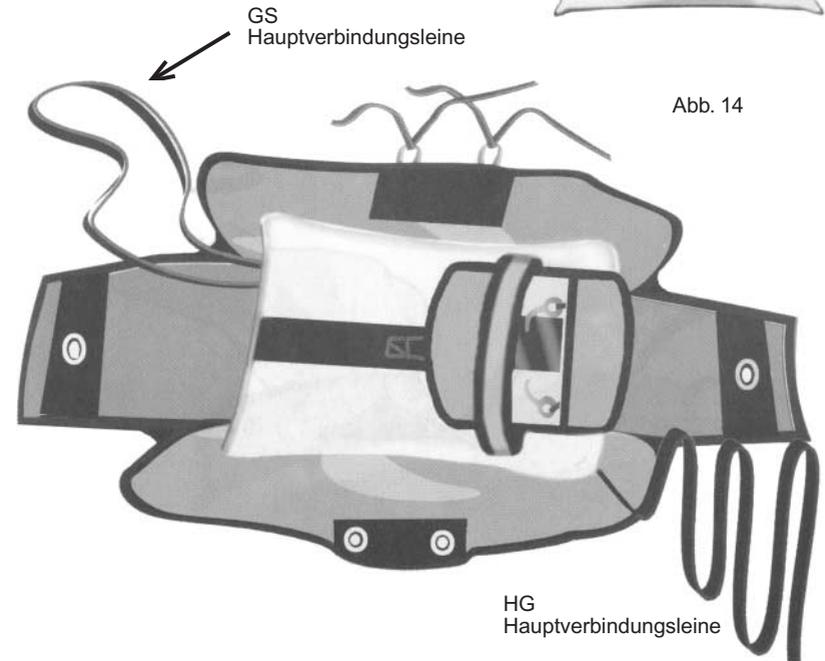

Abb. 14
10. Die Hauptverbindungsleine wird mittels des angenähten Flauchstreifens auf dem Klettstreifen, der sich auf dem Außencontainerboden befindet fixiert. Der Innencontainer wird anschließend gemäß Abb. 14 auf den Außencontainerboden gelegt. Durch die Packschlaufen am Außencontainer wird je eine ca. 40cm. lange Packschnur geführt. Mit Hilfe dieser Schnüre wird der Außencontainer verschlossen und je Öse mit einem Verschlussplint gesichert. (Abb. 14/15/16/17)
*The bridle is fixed onto the outer container, using the velcro attached to the bridle and the velcro on the base of the outer container. The inner container is laid onto the outer container as shown in figure 14. Thread a piece of draw cord (approximately 40cm in length) through the release pin loop on the outer container. With the help of these draw cords close the outer container and secure each eyelet with a release pin. (Figures 14/15 / 16 / 17)*